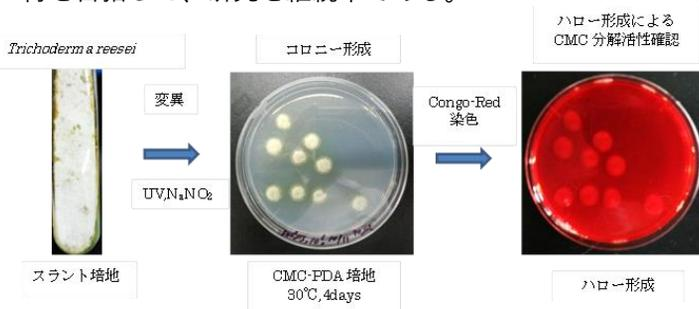
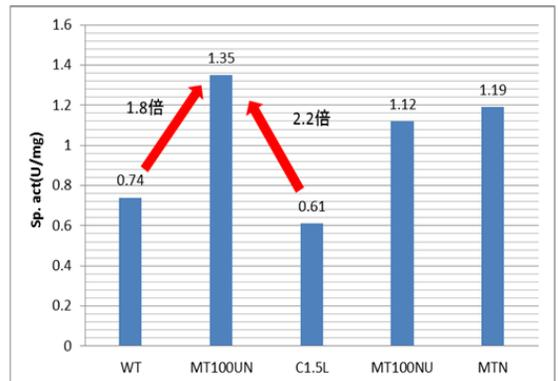

図1 *T. reesei* 変異処理によるセルラーゼ産生株の獲得
図2 セルラーゼの糖化比活性
- UV照射や亜硝酸浸漬及びその組み合わせによる変異処理をした菌体培養液を希釈培養し、変異株を取得した(図1)。各種の変異処理をした菌株は野生株と同等の粗酵素(主にセルラーゼ)産生能を示した。各種の変異株培養によって得られるセルラーゼの糖化能を調べるため、 $\alpha$ -セルロースを基質として30°Cで1時間、酵素による糖化を行い、産生セルラーゼの糖化比活性を求めた(図2)。